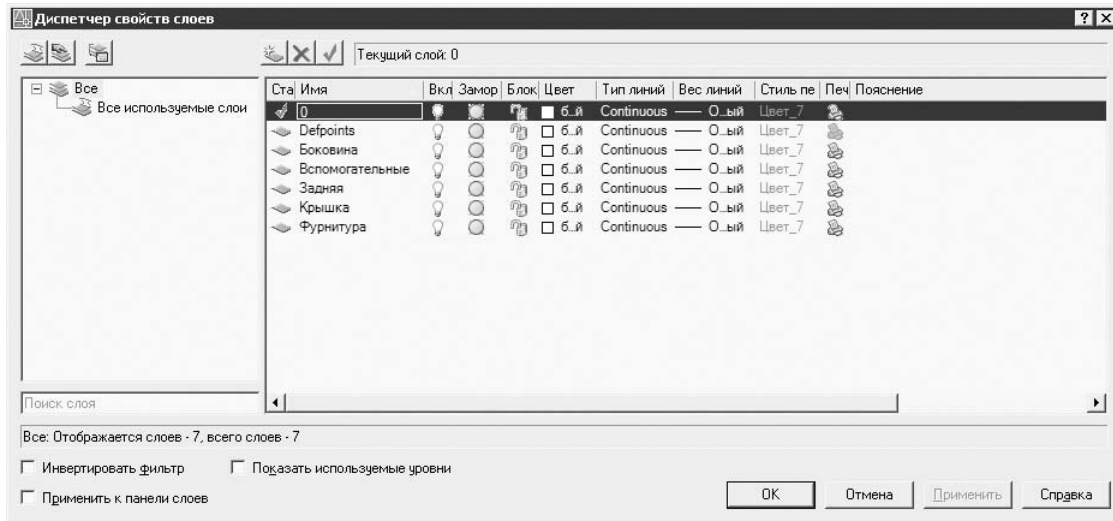
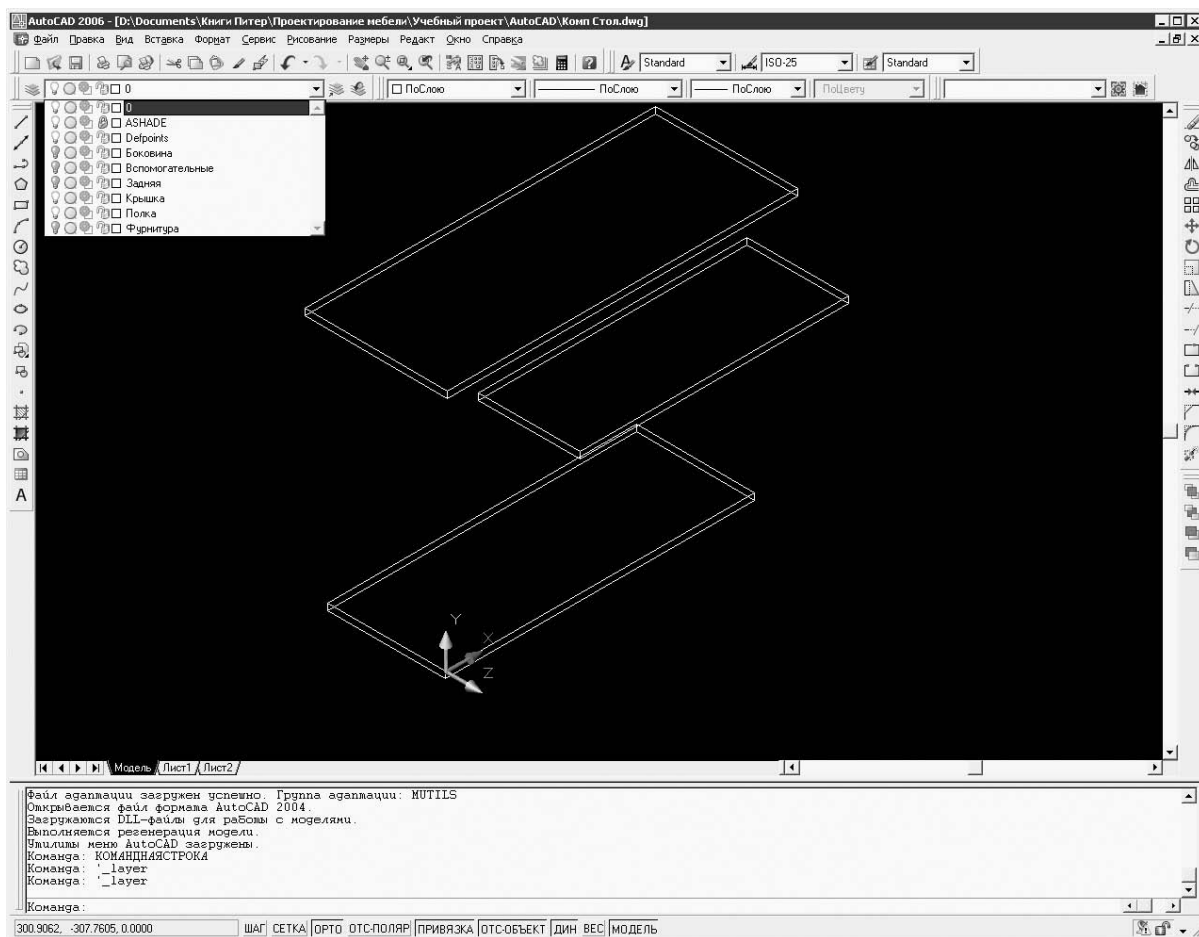

Рис. 5.1
Рис. 5.6
2. Создать несколько слоев по количеству деталей, называя их понятным для пользователя образом, например Боковина, Вспомогательные, Крышка и т. д. (рис. 5.1).
12. Чтобы редактировать отдельные панели, удобно отключить видимость остальных элементов, что можно сделать в окне Диспетчер свойств слоев (см. рис. 5.1) или воспользоваться раскрывающимся списком на Панели слоев (рис. 5.6).